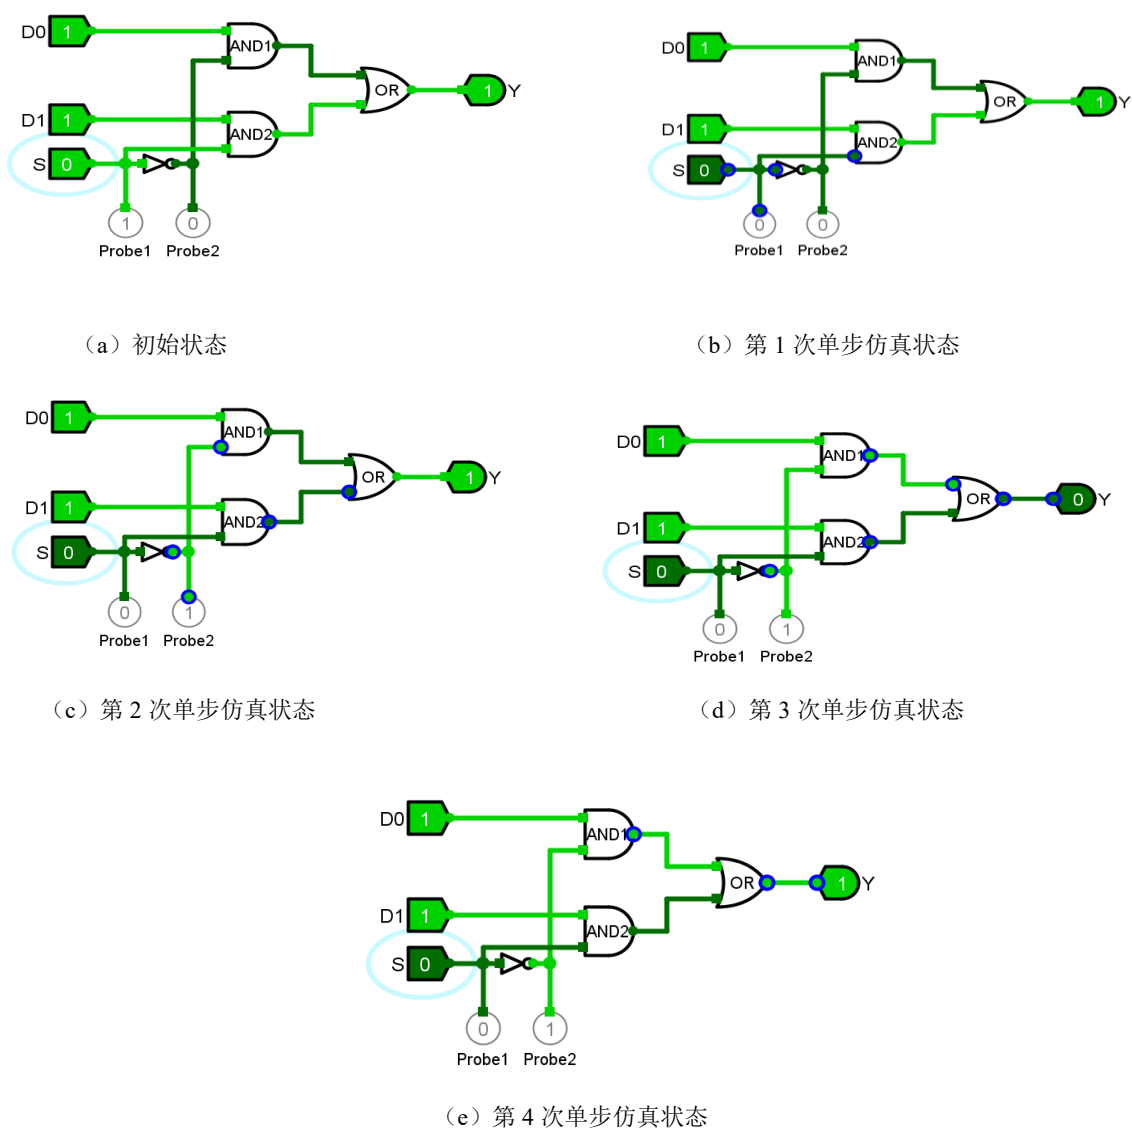

图 1.16 电路冒险检测状态变化过程
③ 通过在非门输入端和输出端设置探针对电路进行单步仿真。利用单步仿真进行电路冒险检测过程如图 1.16 所示。首先将 S 输入端的赋值改为 0, 然后在 Logisim 的 Simulate 菜单下点击单步仿真(Step Simulation) 或按组合键 Ctrl+I 进行单步仿真。图 1.16(a)是单步仿真的初始状态, 此时探针 1 (Probe1) 和探针 2 (Probe2) 处还是保持原状态, 分别是 1 和 0, 说明非门的输入端并没有随着 S 的改变而立即发生变化; 图 1.16(b)是第 1 次单步仿真得到的状态, 此时非门输入端发生变化, 但其输出端没有立即发生变化; 图 1.16(c)是第 2 次点击后得到的状态, 此时非门输出为 1, 但与门 AND1 的输出没有变化; 直到第 4 次单步仿真后每个逻辑门才都转变为正确的输入/输出状态, 如图 1.16(e)所示。单步仿真过程反映了信号在电路中的延迟情况。第 1 次点击进行单步仿真后, 经过后续 3 次单步仿真后整个电路得到正确的输入/输出状态, 即从输入到输出共经过了非门、与门和或门 3 级逻辑门延迟。